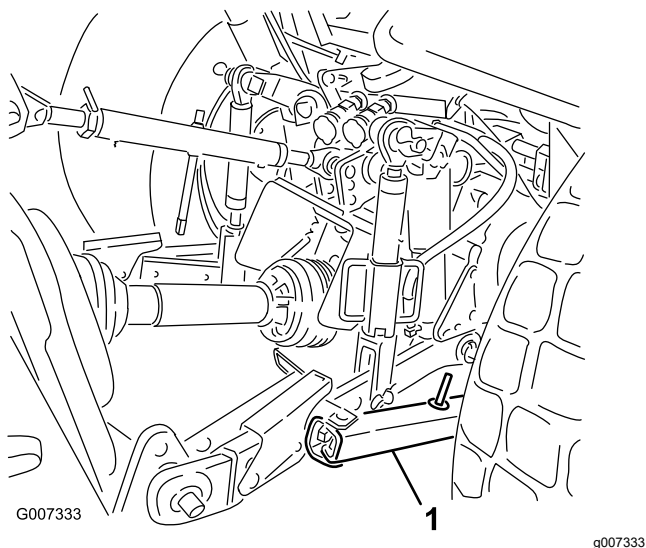

Figura 28
1. Ajuste as articulações de controlo da oscilação nos braços de elevação inferiores para minimizar a oscilação lateral para um máximo de 25 mm em cada lado (Figura 28).